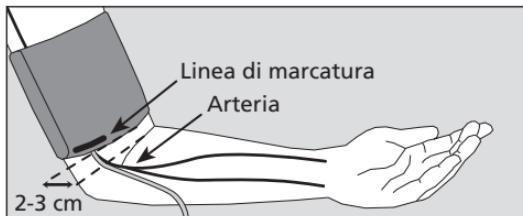

Fig. 3
→ Spingere il bracciale aperto ad anello sul braccio, fino a che il margine inferiore del bracciale venga a trovarsi circa 2-3 cm sopra la piega del gomito. Il bracciale deve essere posizionato in modo tale che la linea di marcatura venga a trovarsi sopra l'arteria (vedere Fig. 3).
**⚠️** Non posizionare **mai** l'anello metallico sopra l'arteria (vedere Fig. 3); in caso contrario, i valori pressori possono risultare falsati.